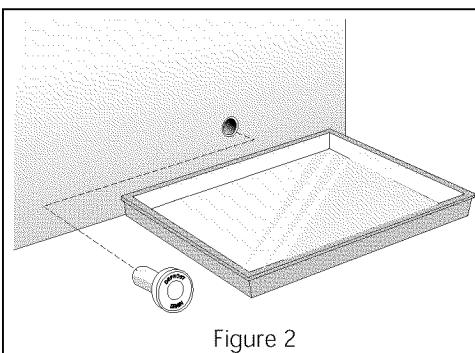
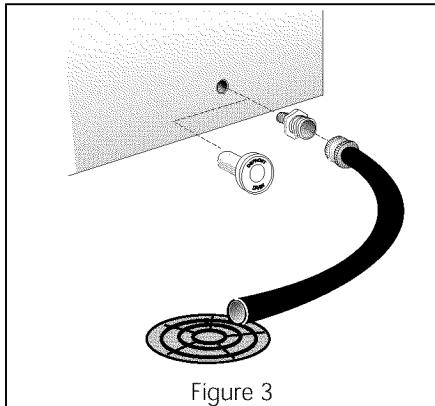
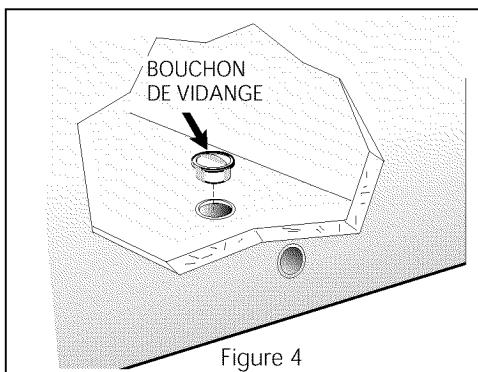

Figure 2
Figure 3
Figure 4
- En haut de la caisse, enlevez le couvre-charnière en plastique et rabatbez-le (figure 2).
- **Sur les modèles horizontaux** avec vidange de l'eau de dégivrage, placez un récipient creux ou le diviseur/plateau de dégivrage (fourni avec certains modèles) sous l'orifice de vidange (figure 2). Un adaptateur de tuyau de jardin d'un demi-pouce peut servir à vidanger le congélateur directement dans un drain de plancher (figure 3). Si votre modèle n'est pas muni d'un adaptateur, veuillez en acheter un à n'importe quelle quincaillerie. Sortez la bonde à l'intérieur du congélateur et enlevez le bouchon de vidange extérieur (figure 4). L'eau du dégivrage va s'écouler. Vérifiez de temps à autre que l'eau ne déborde pas. Remettez en place le bouchon de vidange et la bonde une fois le dégivrage terminé.